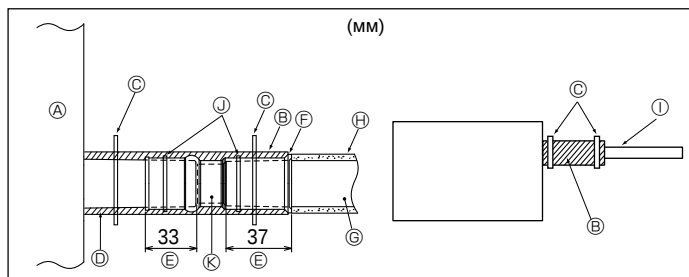

Рис. 3-5
1. Подсоедините соединительную муфту для дренажа (входит в комплект поставки прибора) к дренажному порту. (Рис. 3-5) (Закрепите трубу с помощью клея ПВХ, а затем с помощью ленты.)
[Рис. 3-5]